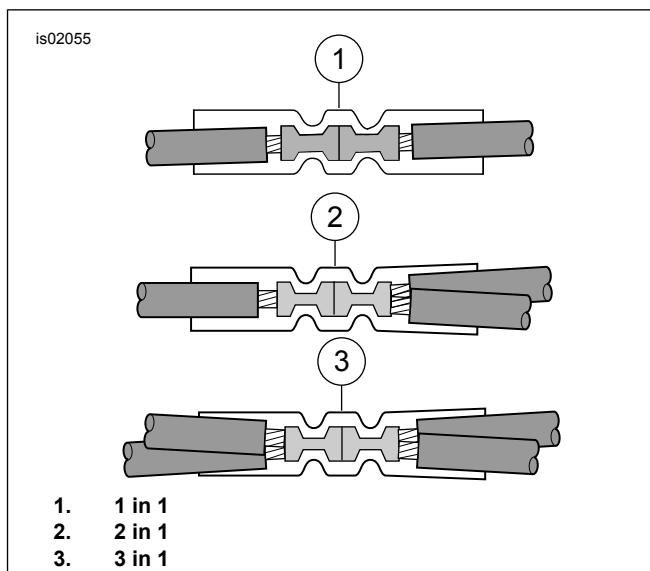

Figura 10. Configurazioni di giuntaggio
3. Se fosse necessario denudare il filo, spellare 3/8 di pollice di isolante dalle estremità dei fili della sorgente dell'alimentazione e del segnale e dalle estremità dei fili arancione/bianco (O/W) dell'alimentazione e rosa (PK) del segnale provenienti dal cablaggio del mini contagiri.
4. Vedere la Figura 10. Individuare la configurazione di giuntaggio richiesta sia per il filo dell'alimentazione che per il filo del segnale.